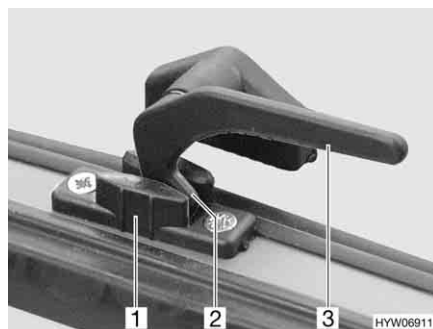

Bild 84 Verriegelungshebel in Stellung "Dauerbelüftung"
- in Stellung "Dauerbelüftung" (Bild 84)
- Alle Verriegelungshebel (Bild 84,3) eine viertel Umdrehung zur Haubenmitte hin drehen.
- Alle Verriegelungshebel wieder zurückdrehen. Die Verriegelungsnase (Bild 84,2) dabei in die Aussparung der Haubenverriegelung (Bild 84,1) einfahren.